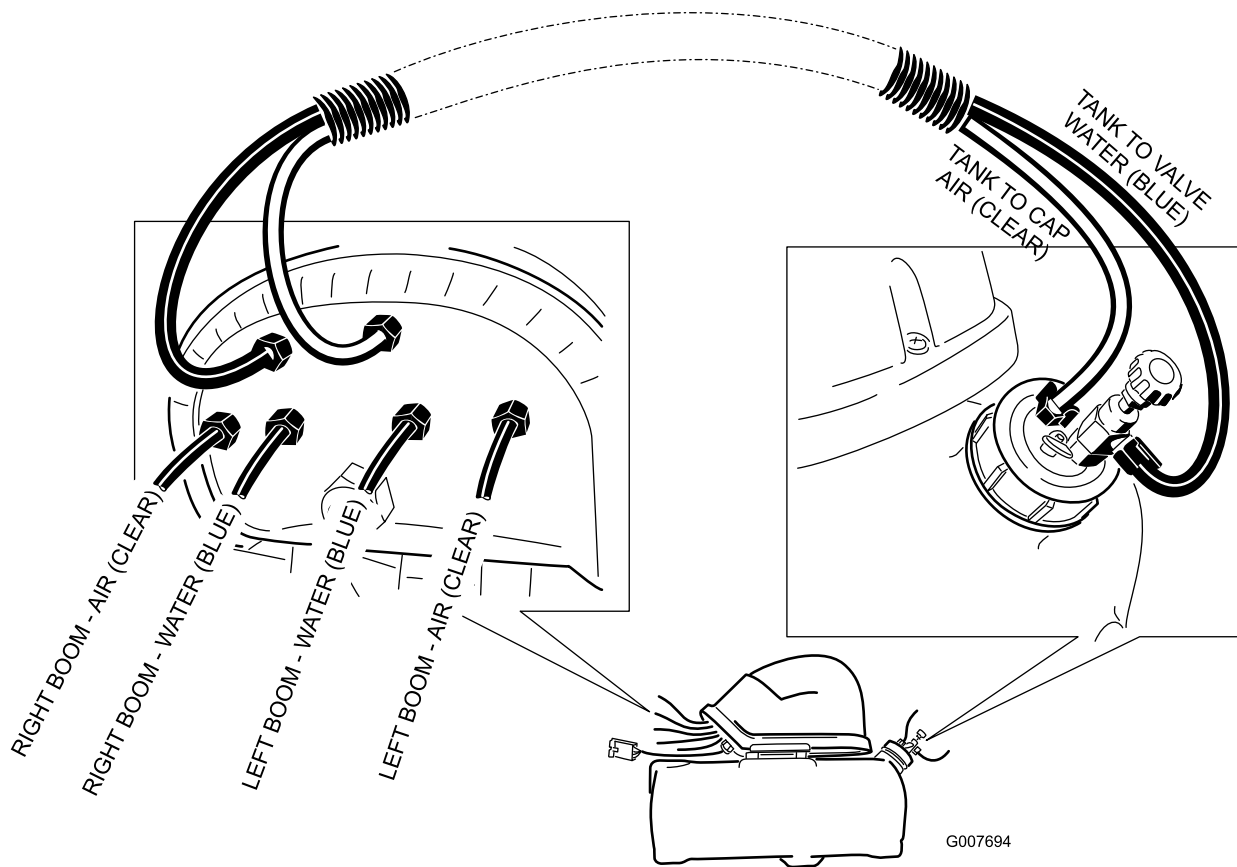

Figure 16
7. L'acheminement final doit correspondre à la Figure 16.